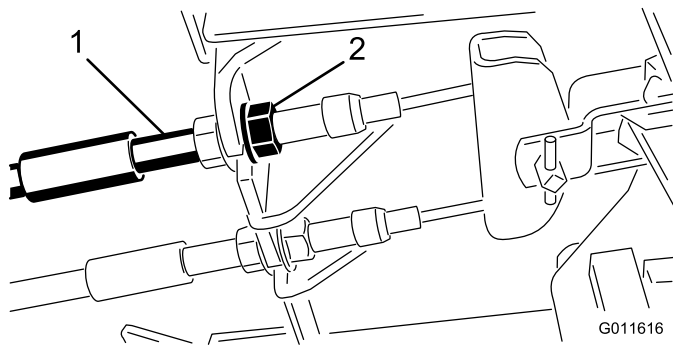

図 55
1. 遊びを減らす（ブレーキを締める）には、ブレーキケーブルのネジ山の前ナットをゆるめ、後ろのナットを締める（図 55）。